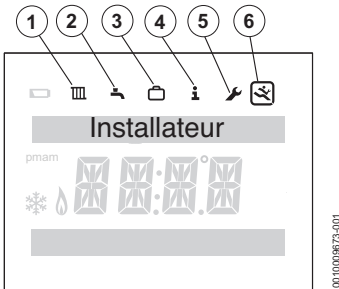

Bild 15 Menüanzeige Installateur
- ▶ **menu**-Taste und Zurück-Taste drücken, bis das Hauptmenü mit Servicemenü angezeigt wird (→ Bild 15).